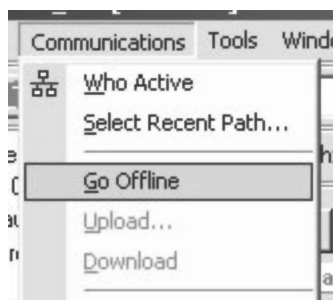

图 12-16 通信菜单
34. 在 RSLogix 5000 的工具栏菜单中，选择“通信 > 脱机”(Communication > Go Offline)，如图 12-16 所示。